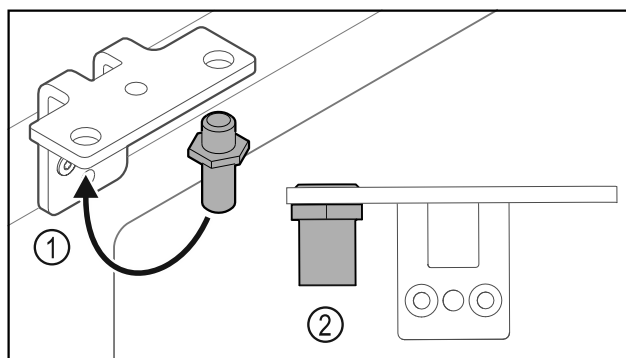

Fig. 31
- ▶ Flyt bolten Fig. 31 (1) i hængselvinklen.
- ▶ Spænd bolten Fig. 31 (2) med et drejemoment på 12 Nm.